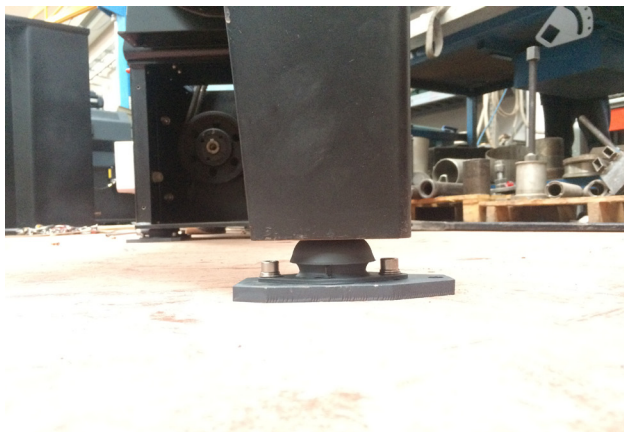

Рисунок 6
- Декантерная центрифуга устанавливается на виброгасящие опоры и не требует установки специального фундамента (рис. 6).